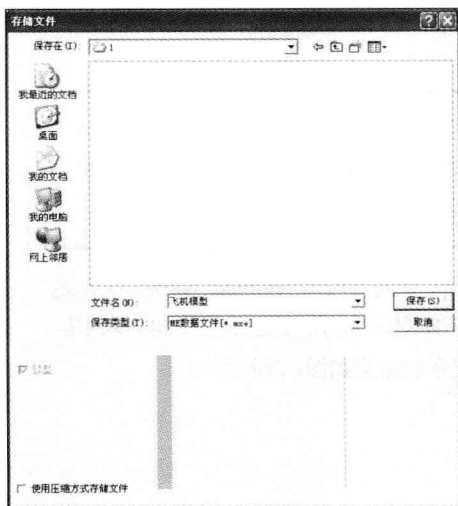

图1-6 “存储文件”对话框
- ⑥ 选择“文件”→“另存为”命令，弹出“存储文件”对话框，输入文件名“飞机模型”，单击“保存”按钮，如图1-6所示。